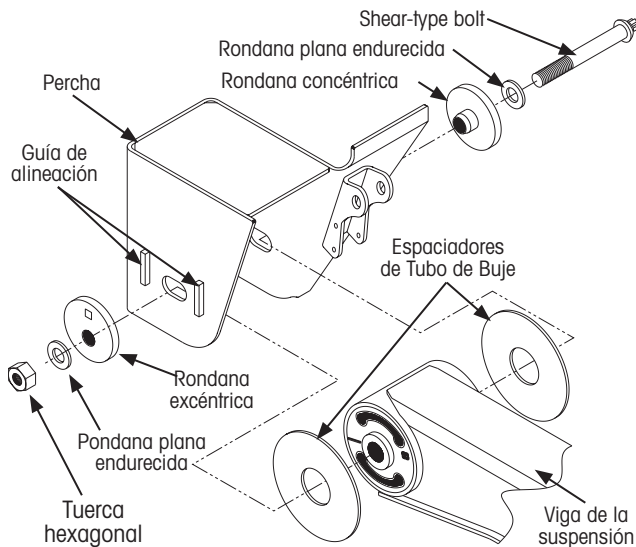

Figura 25: Instalación de viga de la suspensión en la percha
2. **Coloque** los bujes TRI-FUNCIONALES® de la viga de la suspensión en las perchas. En este momento, instale los espaciadores de tubo del buje (Figura 25).
4. Por el lado interno del remolque, **inserte** el tornillo pivote a través de la percha (hacia las llantas) (Figura 25).